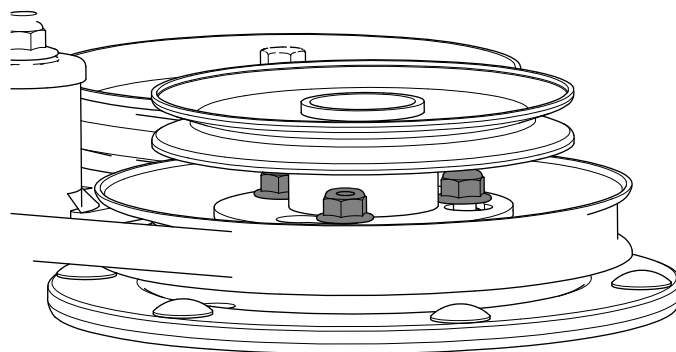

Figura 6
3. Gire la polea hasta que quede bloqueada e instale las tuercas con arandela prensada (Figura 6).